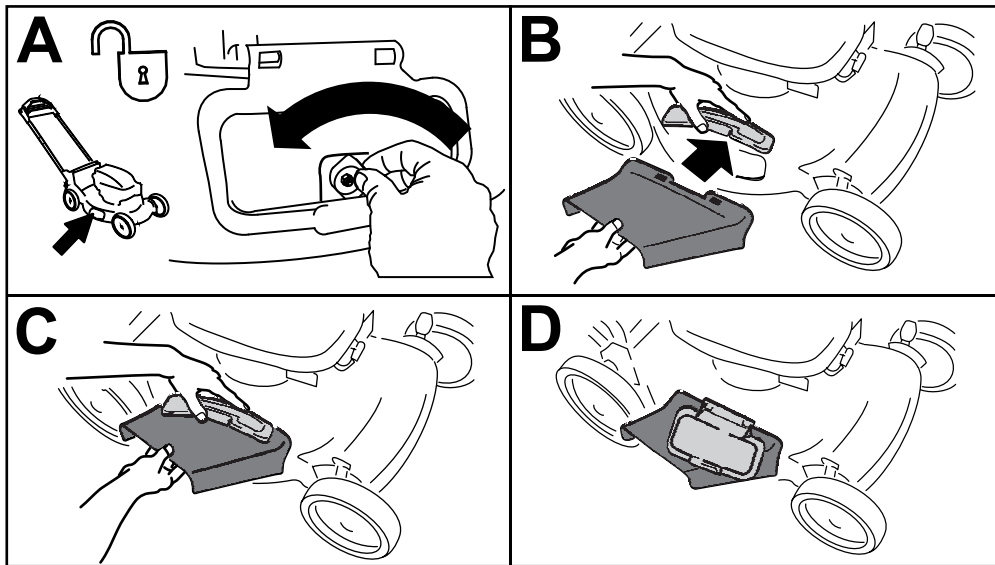

Figure 25
1. Déverrouillez le déflecteur d'éjection latérale (encadré A de la Figure 25).
2. Soulevez et ouvrez le déflecteur d'éjection latérale (encadré B de la Figure 25).
3. Montez la goulotte d'éjection latérale et fermez le déflecteur sur la goulotte (encadrés B, C et D de la Figure 25).